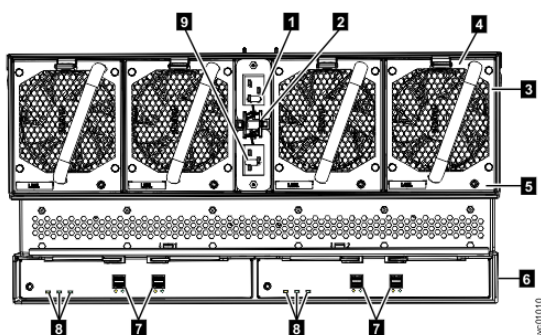
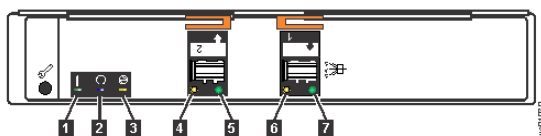

Рисунок 146. Индикаторы на задней панели корпуса расширения
Рисунок 147. Индикаторы на задней панели кейса расширения
В Таблица 19 на стр. 127 приведено описание каждого индикатора. Доступ к кабелям питания каждого PSU можно получить сзади корпуса расширения (1), как это показано на Рисунок 146 на стр. 129.
На Рисунок 146 на стр. 129 показан вид корпуса расширения 2145-92F сзади. Индикаторы в задней части корпуса расширения позволяют получить информацию о модулях вентиляции, кейсах расширения и линиях SAS.
Корпус расширения оснащен четырьмя вентиляторами. Каждый вентилятор имеет один индикатор; например, на Рисунок 146 на стр. 129 показано расположение индикатора **(5)** для четвертого вентилятора. Когда вентилятор работает в обычном режиме, индикатор не горит. В случае обнаружения сбоя загорается желтый индикатор.
На Рисунок 146 на стр. 129 также показано, что корпус расширения содержит два кейса расширения. Каждый кейс расширения оснащен собственным набором индикаторов (см. Рисунок 147 на стр. 129). Индикаторы отражают информацию о состоянии кейса расширения и соединений SAS.